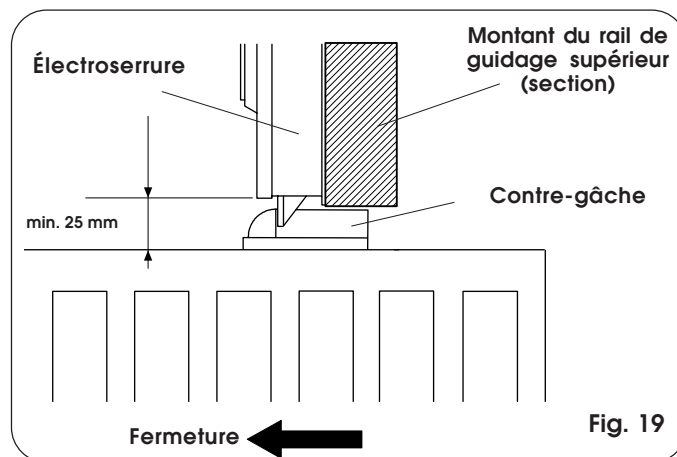

Fig. 19
- S'assurer que l'espace libre entre le bord inférieur du montant du rail de guidage et le bord supérieur du portail est suffisant pour la fixation de la contre-gâche et permet le fonctionnement correct du verrou (voir fig.19).